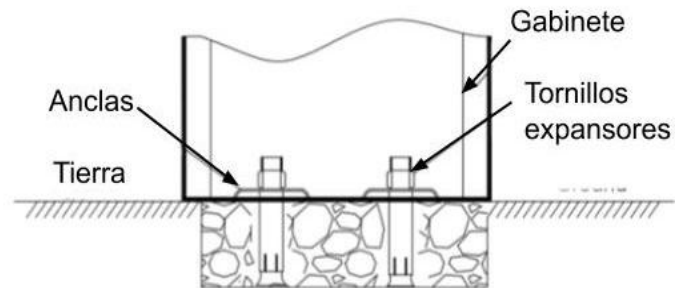

Figura 1.3
- 3) Instale las almohadillas de tornillo y utilice una llave inglesa para apretar las tuercas, como se muestra en la figura 1-3.